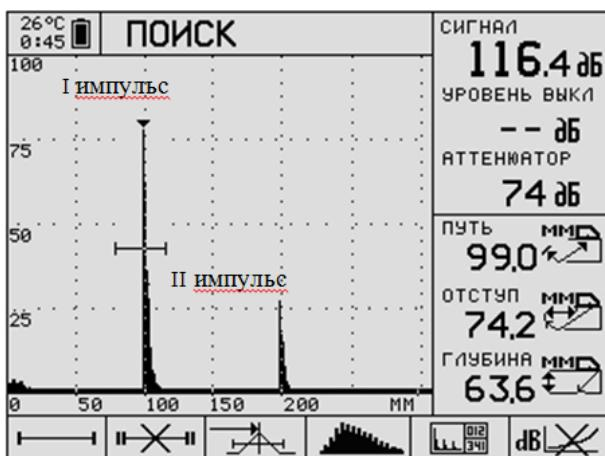

Рисунок 5.15 – Вид экрана с эхосигналами
5.6.3 Перемещайте ПЭП «вперед-назад» по В1 вокруг пропила (поз. I). Регулировкой чувствительности (кнопками LEVEL) и предела развертки (кнопками RANGE) установите на экране картину, в которой видны первые два эхосигнала (рис. 5.15) от цилиндрической поверхности R100.